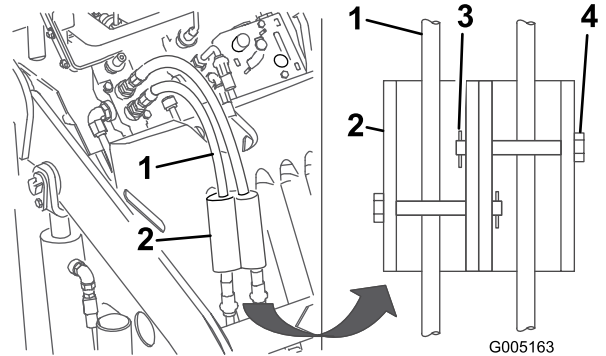

Bild 18
7. Montieren Sie die Zylinderschlösser über die Hydraulikschläuche und befestigen Sie diese mit den Lastösenbolzen und den Splints (Bild 18).